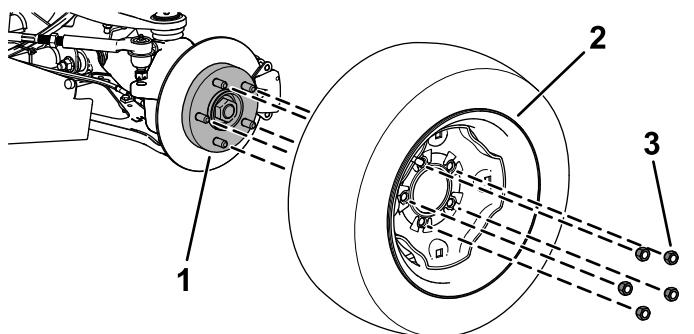

Рисунок 2
- Отверните зажимные гайки, которые крепят каждое колесо к ступице (Рисунок 2).
1. Установите колесо на ступицу с помощью ранее снятых зажимных гаек (Рисунок 2).